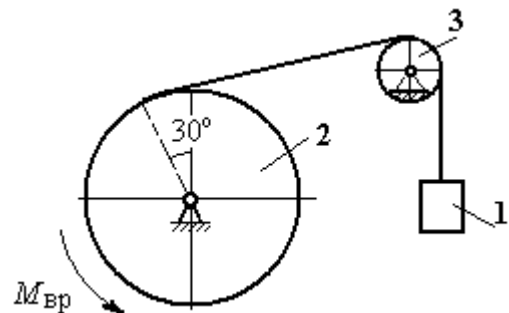

Рис. 5.17. Механизм лебёдки
**Задача 59.** Лебедка поднимает груз 1 массы  $m_1 = 50$  кг посредством троса, переброшенного через блок 3 и навитого на барабан 2 массы  $m_2 = 20$  кг, радиуса  $r = 0,8$  м (рис. 5.17). К барабану приложен постоянный вращающий момент  $M_{вр} = 480$  Н·м. Определить ускорение груза, натяжение троса и реакцию шарнира барабана 2. Весом троса и массой блока 3 пренебречь, барабан считать сплошным цилиндром.